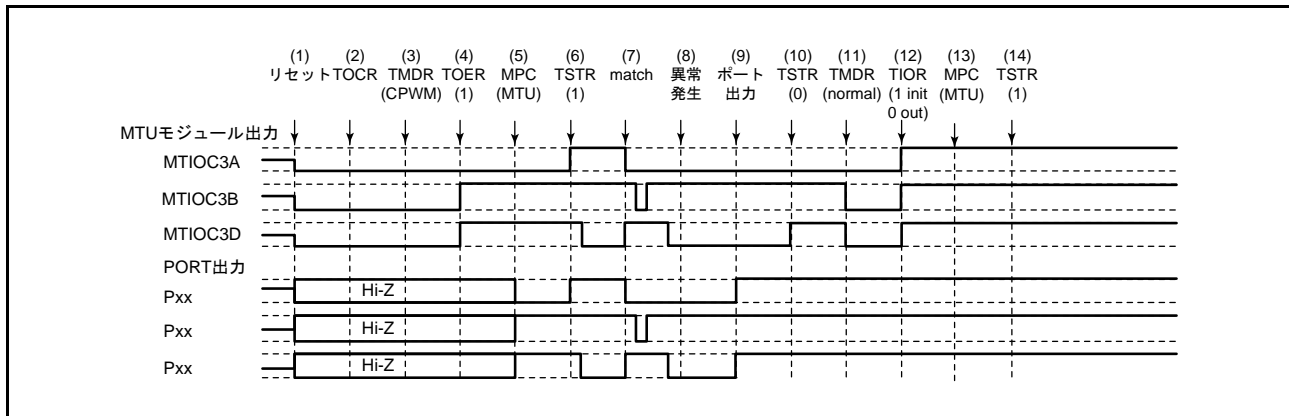

図 22.174 相補 PWM モードで異常が発生し、ノーマルモードで復帰する場合
相補 PWM モードで異常が発生し、再設定後ノーマルモードで再スタートする場合の説明図を図 22.174 に示します。
(1) ~ (10) は図 22.174 と共通です。
(11) PWM モード 1 を設定してください (MTU 出力は Low となります)。
(12) TIOR レジスタで端子を初期化してください (PWM モード 1 では MTIOCnB (MTIOCnD) 端子に波形が出力されません。出力すべきレベルがある場合は、I/O ポートのポート方向レジスタ (PDR)、ポート出力データレジスタ (PODR) で汎用出力ポートの設定をしてください)。
(13) MPC と I/O ポートのポートモードレジスタ (PMR) で MTU 出力としてください。
(14) TSTRA (TSTRB) レジスタで再スタートします。
(23) 相補 PWM モードで動作中に異常が発生し、相補 PWM モードで再スタートする場合の動作
(11) MPC と I/O ポートのポートモードレジスタ (PMR) で MTU 出力としてください。
(12) TSTR (TSTRB) レジスタで再スタートします。
(13) コンペアマッチの発生により相補 PWM 波形を出力します。
(24) 相補 PWM モードで動作中に異常が発生し、相補 PWM モードで新たに再スタートする場合の動作
(11) ノーマルモードを設定し新しい設定値を設定してください（MTU 出力は Low となります）。
(12) TOERA（TOERB）レジスタで MTU3、MTU4（MTU6、MTU7）の出力を禁止してください。
(13) TOCR1A、TOCR2A（TOCR1B、TOCR2B）レジスタで相補 PWM モードの出力レベルと周期出力の許可 / 禁止を選択してください。
(14) 相補 PWM を設定します。
(15) TOERA（TOERB）レジスタで MTU3、MTU4（MTU6、MTU7）の出力を許可してください。
(16) MPC と I/O ポートのポートモードレジスタ（PMR）で MTU 出力としてください。
(17) TSTRA（TSTRB）レジスタで再スタートします。
(25) 相補 PWM モードで動作中に異常が発生し、リセット同期 PWM モードで再スタートする場合の動作
(11) ノーマルモードを設定してください (MTU 出力は Low となります)。
(12) TOERA (TOERB) レジスタで MTU3、MTU4 (MTU6, MTU7) の出力を禁止してください。
(13) TOCR1A、TOCR2A (TOCR1B, TOCR2B) レジスタでリセット同期 PWM モードの出力レベルと周期出力の許可 / 禁止を選択してください。
(14) リセット同期 PWM を設定します。
(15) TOERA (TOERB) レジスタで MTU3、MTU4 (MTU6, MTU7) の出力を許可してください。
(16) MPC と I/O ポートのポートモードレジスタ (PMR) で MTU 出力としてください。
(17) TSTRA (TSTRB) レジスタで再スタートします。
(26) リセット同期 PWM モードで動作中に異常が発生し、ノーマルモードで再スタートする場合の動作